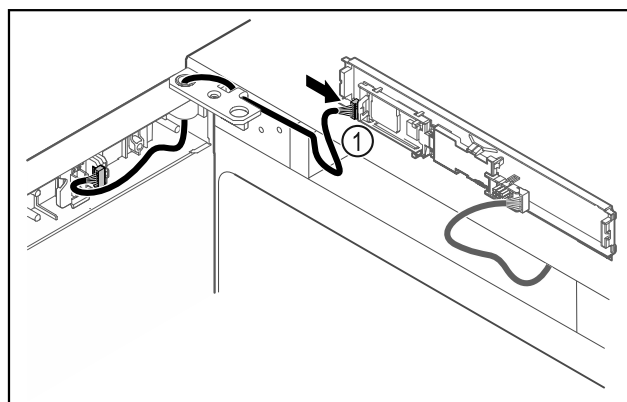

Fig. 41
- ▶ Pistke pistik Fig. 41 (1) trükkplaadil sisse.